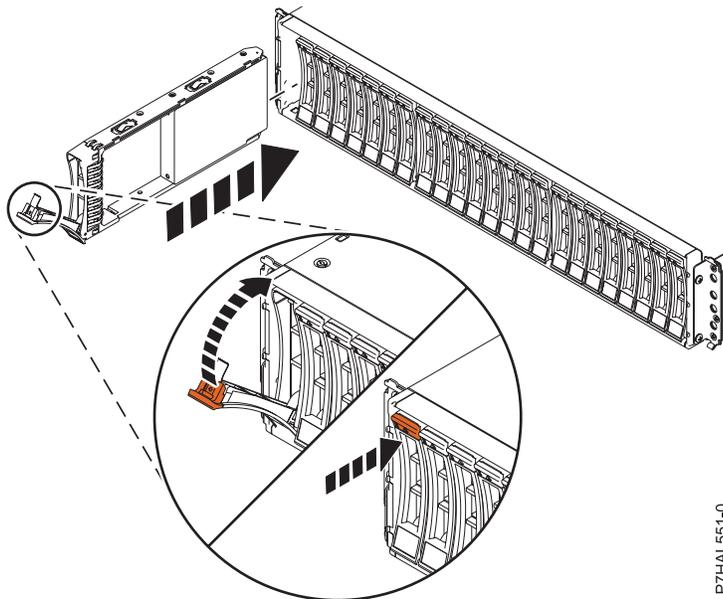

Figura 14. Instalación de la unidad de disco en Alojamiento de unidad de disco 5887
1. Con el asa en la posición de desbloqueo, consulte Figura 14 en la página 26, sostenga la unidad por la parte inferior mientras la alinea con los rieles de guía de la unidad de expansión.